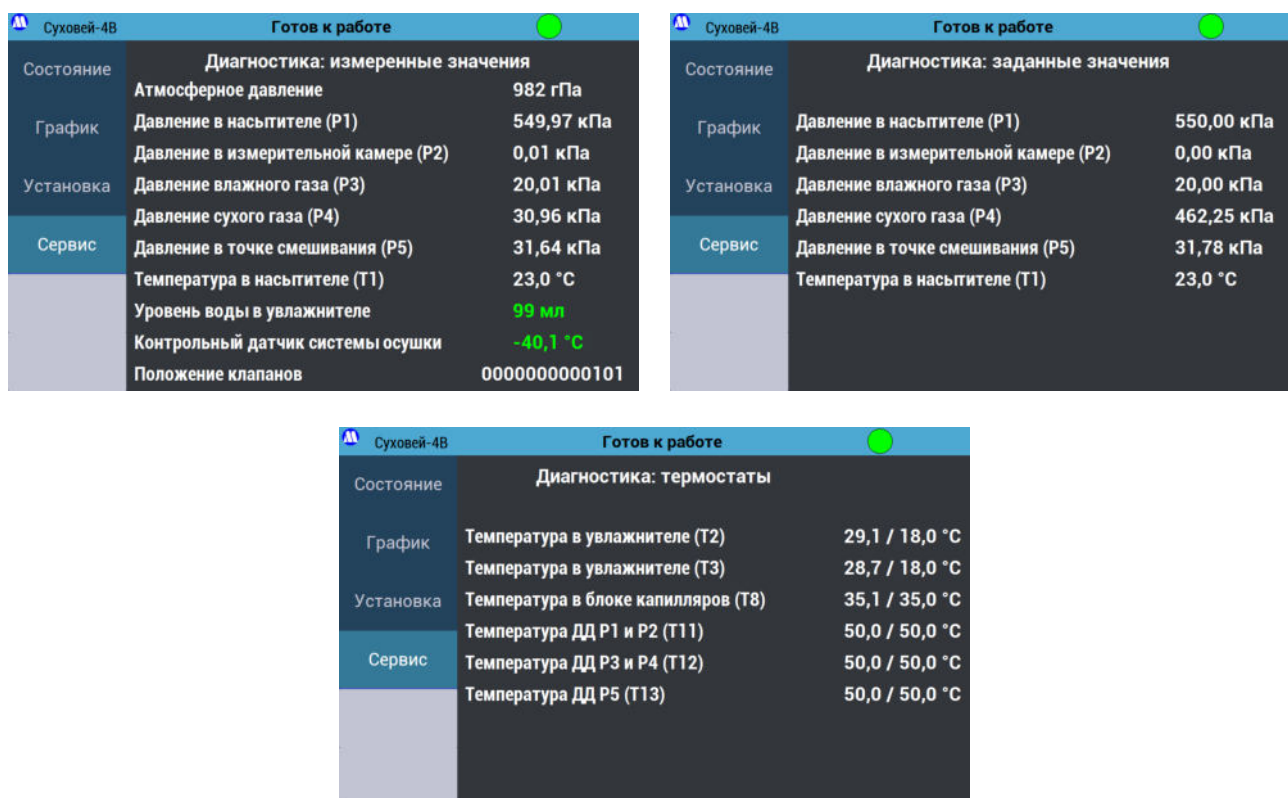

Рисунок 16 – Экран «Диагностика» в разделе «Сервис».
- 7.2.10.3. При нажатии на кнопку «**Диагностика...**» отображается экран «Диагностика». На нем отображаются измеренные (Рисунок 16 слева сверху), заданные (Рисунок 16 справа сверху) значения, используемые в расчете температуры точки росы/инея и характеризующие режим работы генератора.
На странице «Диагностика: термостаты» (Рисунок 16 слева снизу) отображаются измеренные (в числителе) и заданные (в знаменателе) значения температуры термостатов генератора. Для переключения между страницами значениями следует нажать на любом свободном от надписей месте экрана.